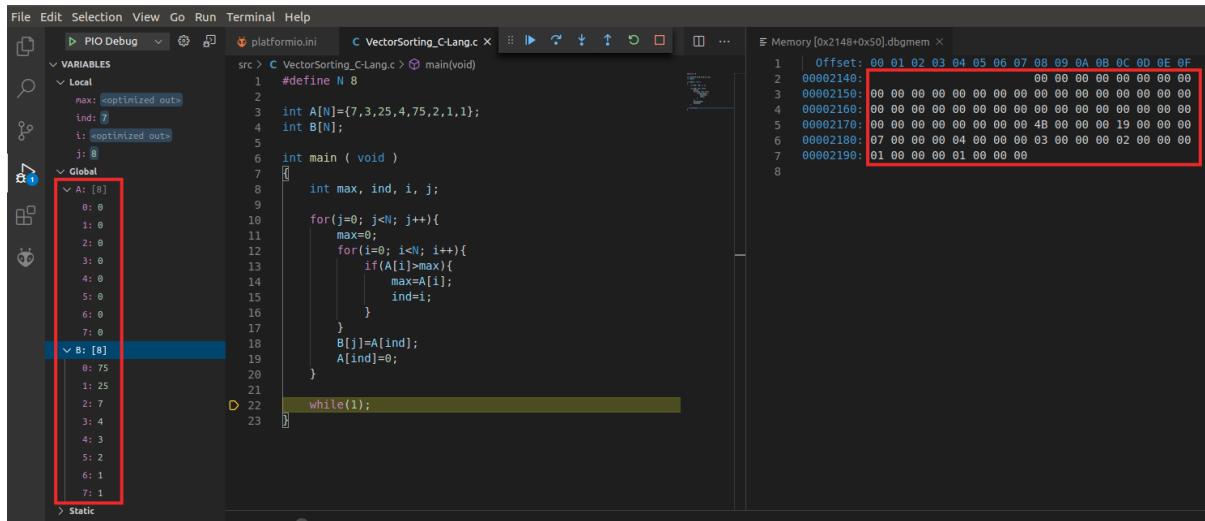

Figura 76. Ejecución detenida al final del programa
- Elimine todos los puntos de interrupción, continúe la ejecución y deténgala después de varios segundos, con lo que el programa habrá terminado de ejecutarse. Analice, de nuevo, los valores almacenados en los vectores A y B. Como se muestra en la Figura 76, el vector B contiene los valores del vector A original ordenados de mayor a menor y el vector A contiene cero en todos los elementos (puede verlo tanto en la lista de variables de la izquierda como en el visor de memoria a la derecha).